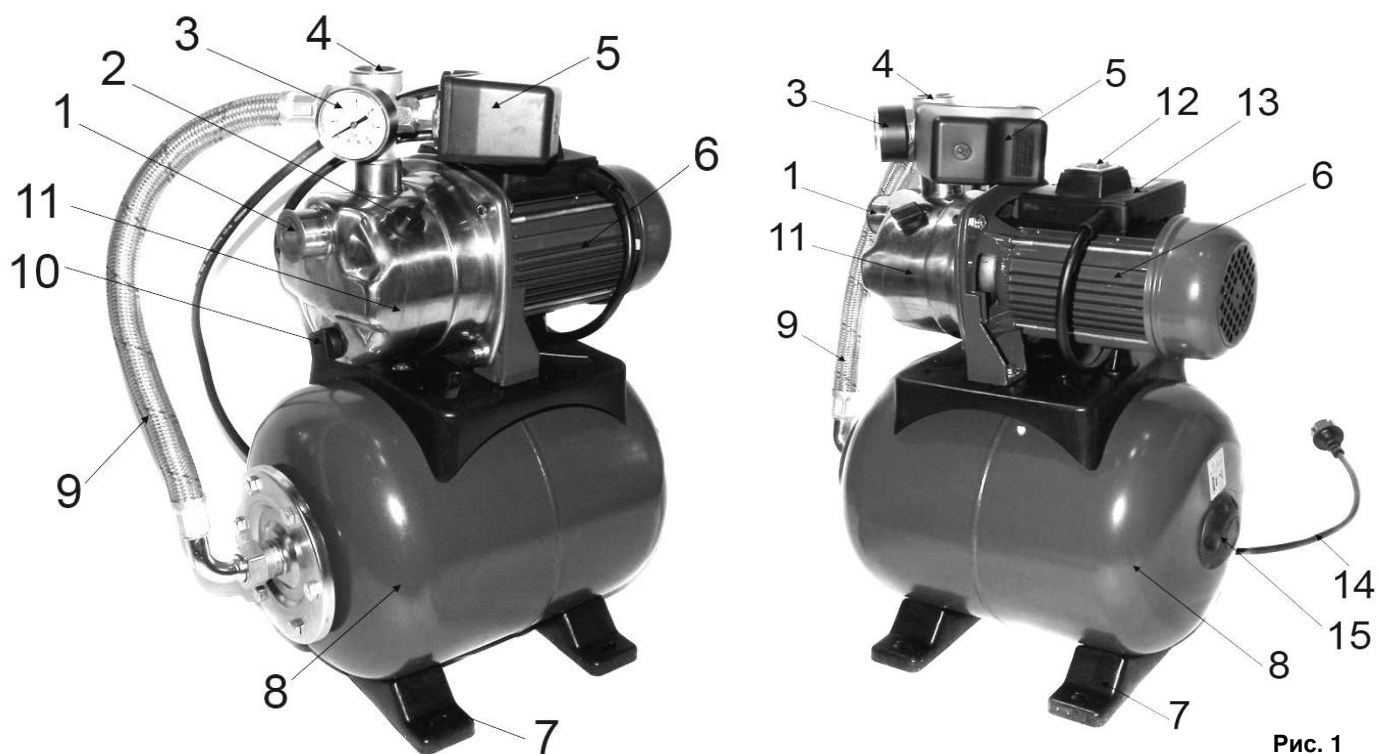

Рис. 1
- Электронасос состоит из насосной части и электродвигателя (6), который крепятся на переходном фланце.
- Электродвигатель (6) (См. Рис.1) - асинхронный, закрытого типа с наружной вентиляцией. На двигателе установлена клеммная коробка (13), в которой находятся конденсатор и клеммные колодки для соединения электродвигателя с кабелем питания.
- Гидроаккумулятор (8) служит для аккумулирования воды под давлением. Состоит из резервуара со сменной резиновой мембраной, имеет пневмоклапан для закачки воздуха.
- Гидроаккумулятор с расширительным баком (резиновой мембраной) (8) служит для аккумулирования воды под давлением и сглаживания гидроударов.
- Реле давления (5) служит для автоматического включения и выключения насоса в зависимости от давления воды в системе.
- Манометр (3) предназначен для визуального контроля давления в системе.
- После прекращения отбора воды потребителями давление воды в системе растёт до верхнего предела настройки реле давления (5).
- В отверстия напорного и, соответственно, всасывающего патрубка (3) и (1) (См. Рис.1; 2) установите штуцера или другие соединительные элементы водопроводной системы (в комплект поставки не входят), обеспечив герметичность соединения.
- Перед запуском насосной станции необходимо убедиться в наличии давления (1,5 - 2 бар) в ресивере (8)(См. Рис.1).
- Выкрутите пробку заливного отверстия (2)(См. Рис.1).
- Закрутите заливную пробку (2)(См. Рис.1).
- Для слива воды из насоса перед его демонтажем, использовать сливную пробку (10)(См. Рис.1).
- Нажмите на кнопку включения (12)(См. Рис.1).